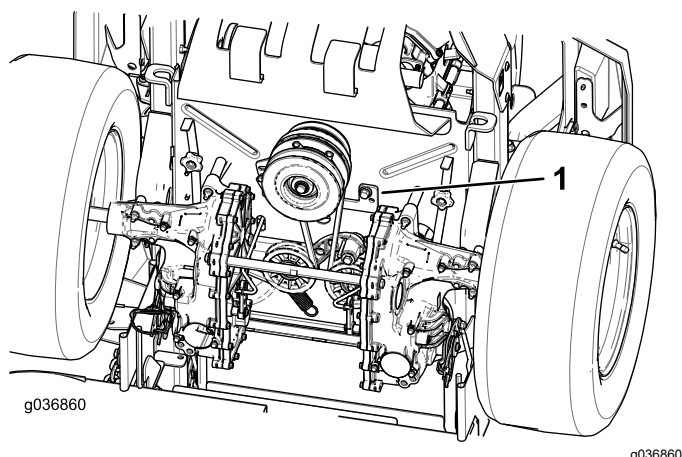

Figura 78
5. Retire el tope del embrague (Figura 78).
9. Instale el tope del embrague (Figura 78).